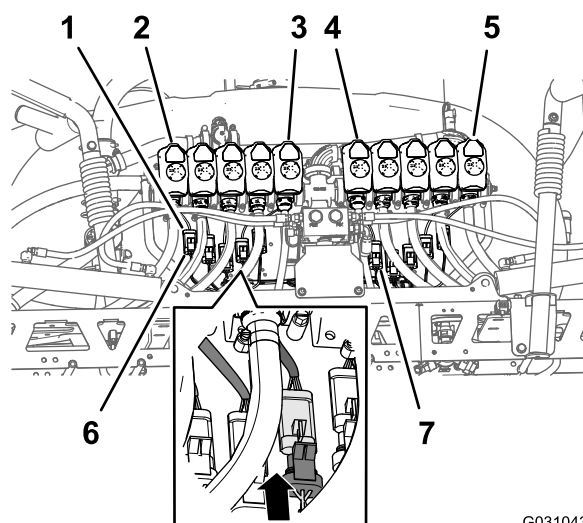

Figura 113
- Disponete i connettori a 3 prese della diramazione di 21,4 cm del cablaggio preassemblato indicata da **Valvola ugello 1** a **Valvola ugello 5** dietro al supporto a 5 valvole e sotto le valvole degli ugelli da 1 a 10 (Figura 113).
- Fate passare i connettori a 3 prese della diramazione di 218,4 cm del cablaggio preassemblato con le etichette da **Nozzle Valve 6** a **Nozzle Valve 10** dietro al supporto a 10 valvole e sotto le valvole degli ugelli da 6 a 10 (Figura 113).
3. Collegate il connettore della presa a 3 pin del cablaggio preassemblato posteriore indicato come **Nozzle 1** (Ugello 1) al connettore a 3 pin del cablaggio della valvola dell'ugello 1 (Figura 113).
4. Ripetete il passaggio 3 nelle posizioni delle valvole degli ugelli da 2 a 10 (Figura 113).